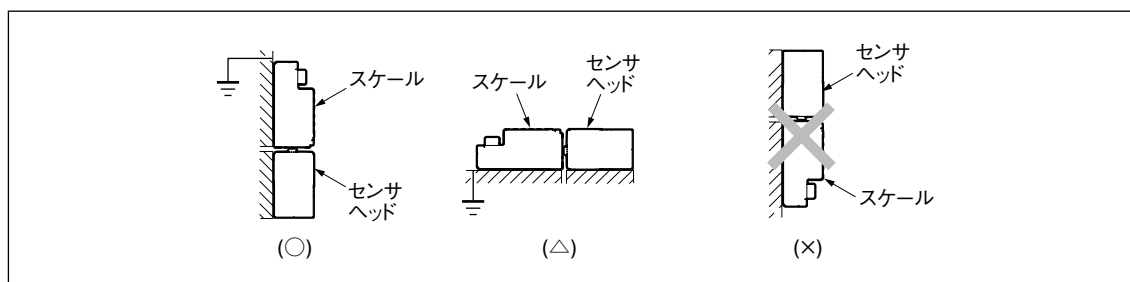

図 3-1
- ・ センサヘッド取付け後、有効長 (L) を超えてセンサヘッドを動かすと破損します。センサヘッドの移動は必ず有効長範囲内としてください。
- ・ スケールユニットは、スケールがセンサヘッドの上側になるように取付けてください。上側が不可能な場合、横向きとしてください。(図 3-1)